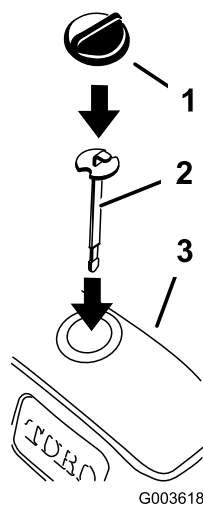

図 37
3. 新しいディップスティックを入れ、油圧オイルの量を点検する図 37。